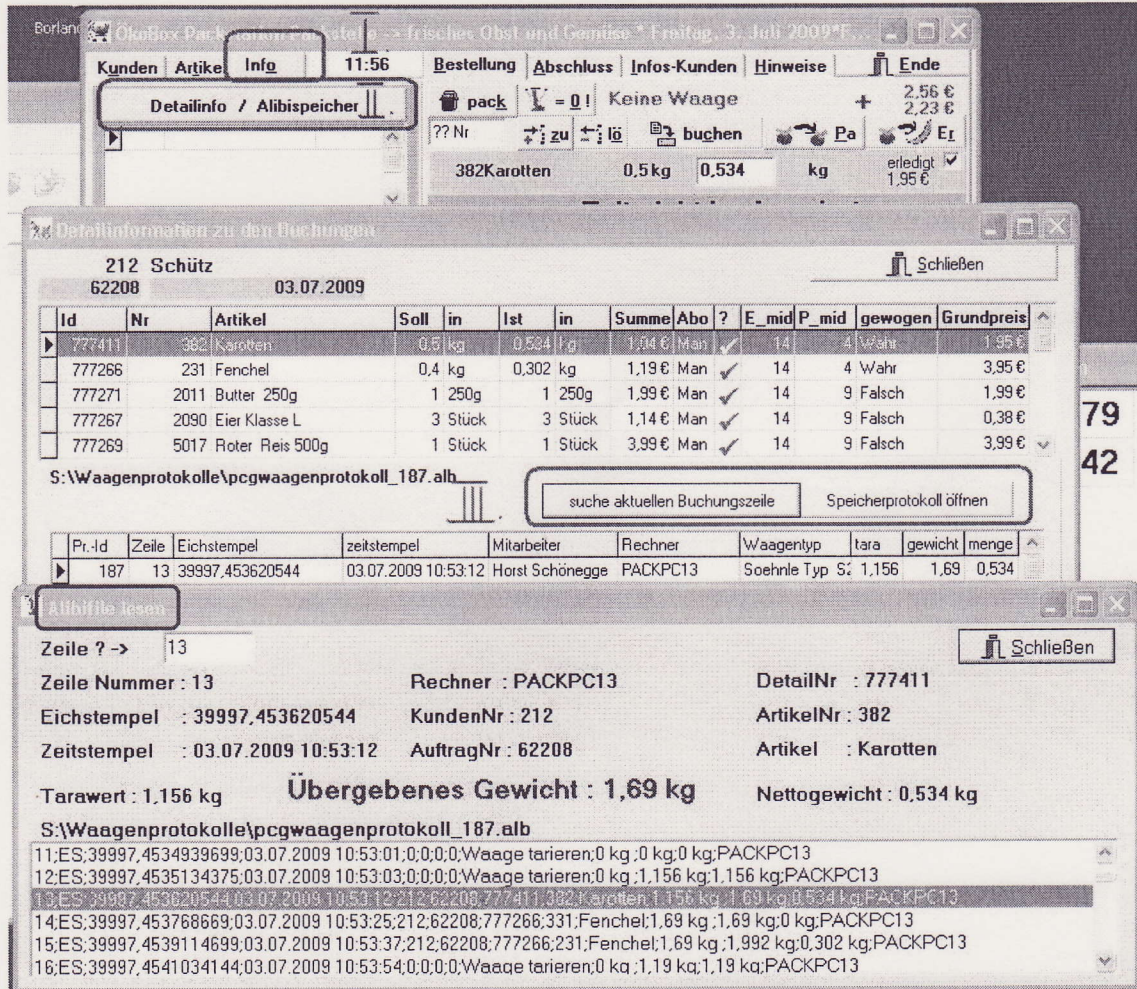
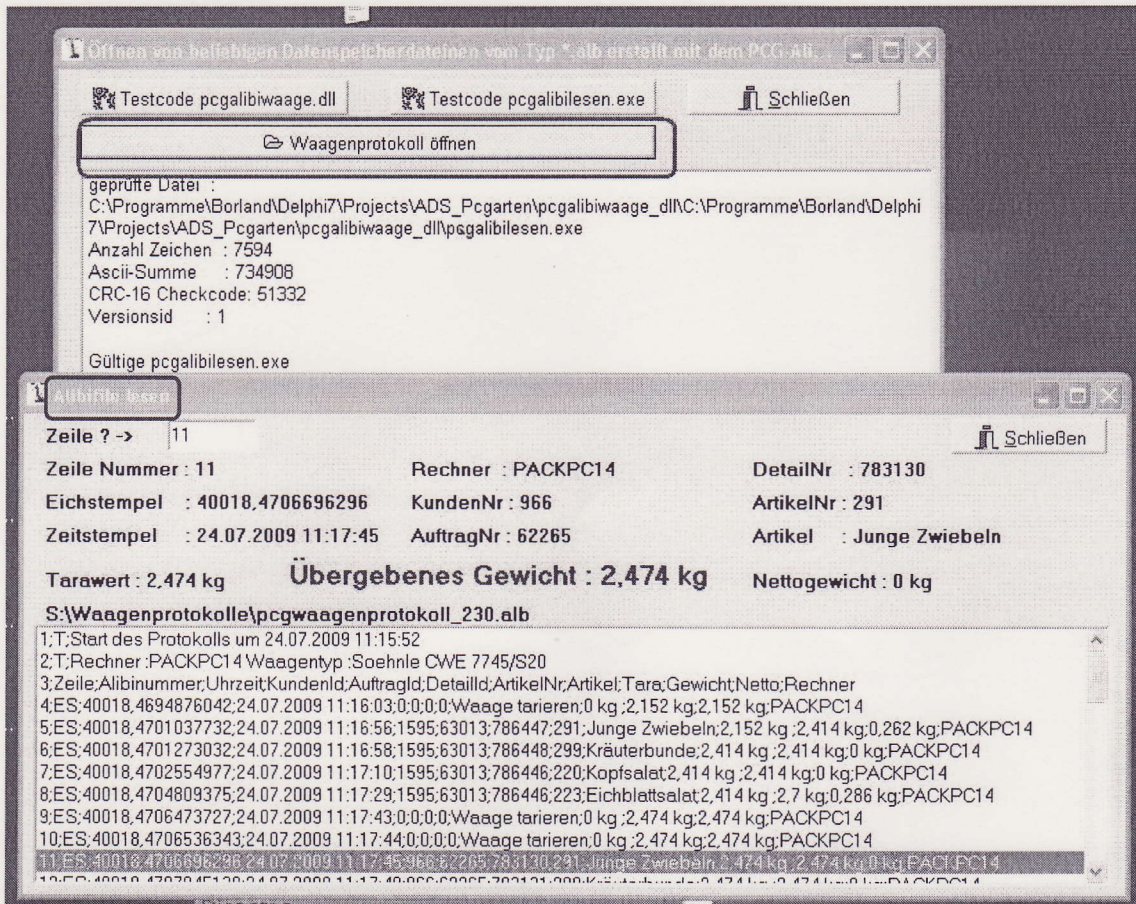
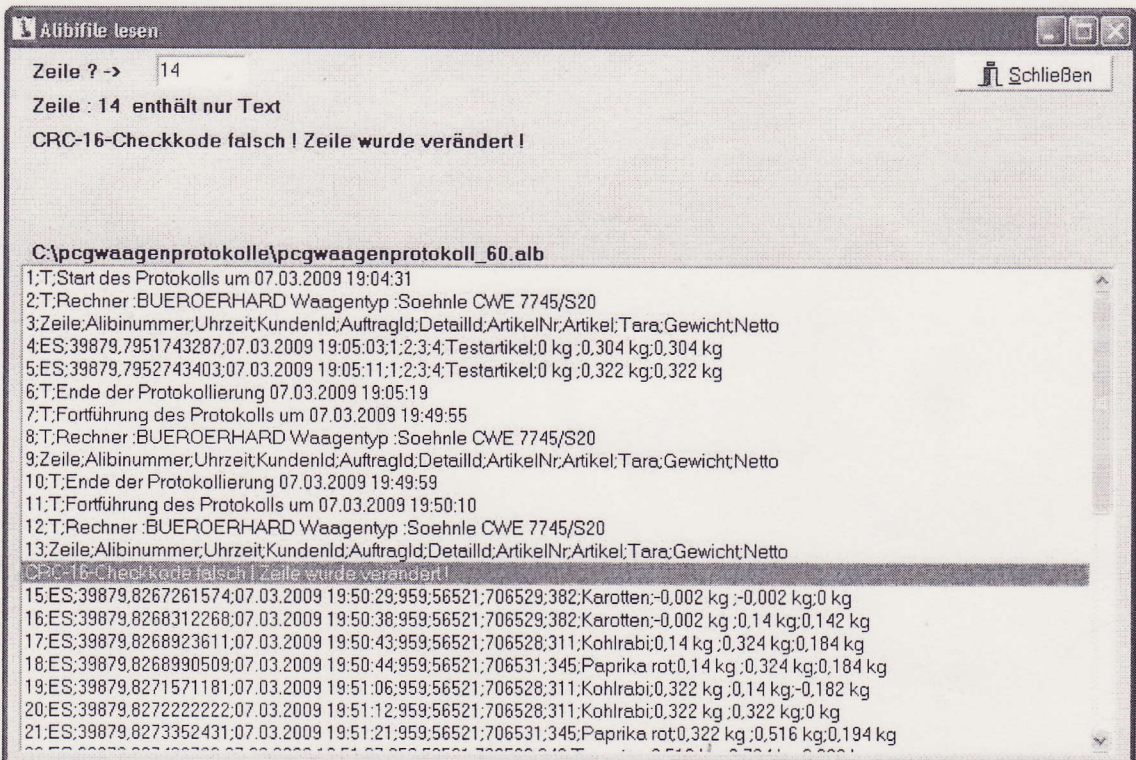

Abb. 1: Aufruf der Datensatz-Anzeige aus dem Programmmodul „Packstelle“
Abb. 2: Aufruf der Datensatz-Anzeige aus dem Programm „pcgalibilesen.exe“
Abb. 3: Anzeige eines fehlerhaften Datensatzes aus der Bibliothek „pcgalibiwaage.dll“
Möglichkeit A: Aufruf vom Programmmodul „Packstelle“ (s. Abb. 1)
- Im Fenster „Detailinformationen zu den Buchungen“ entweder den Schalter „Suche aktuelle Buchungszeile“ oder den Schalter „Speicherprotokoll öffnen“, betätigen; danach erscheint das Fenster „Alibifile lesen“ der Bibliothek „pcgalibiwaage.dll“ (s. a. Abb. 1 und Abb. 3).
Möglichkeit B: Aufruf über das Programm „pcgalibilesen.exe“ (s. Abb. 2)
- die gewünschte Datei aus dem Windows-Standarddialog „Öffnen“ auswählen und öffnen; danach erscheint das Fenster „Alibifile lesen“ (s. a. Abb. 2 und Abb. 3).